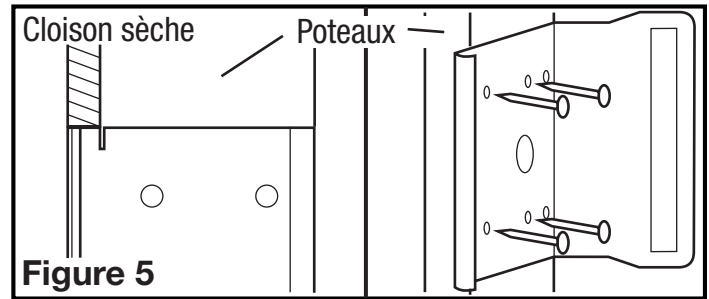

Figure 5
- Utilisant le gabarit du support, aligner le support sur le côté d'un poteau de cloison de telle sorte que le fond du ventilateur soit au même niveau que le mur fini. Le support doit reposer sur une épaisseur de plaque de plâtre en avant sur le goujon (Figure 5).